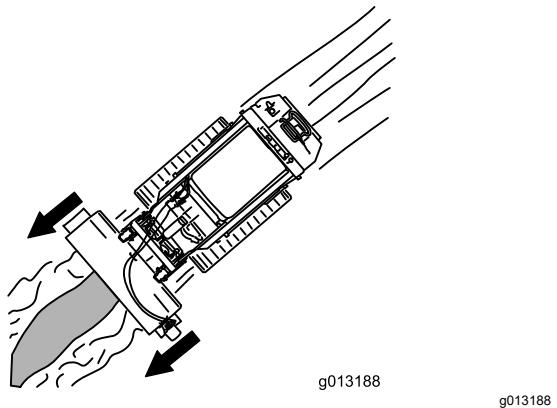

Figure 5
- Pour un remblayage optimal, centrez la machine au-dessus de la tranchée (Figure 5).